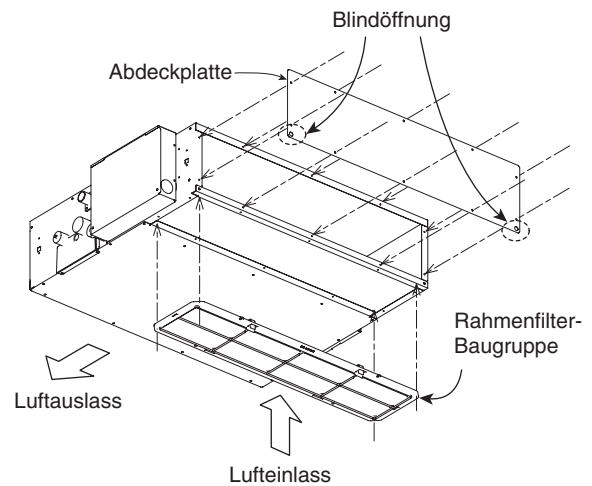

Abb. 3-5
- (2) Abdeckplatte und Rahmenfilter-Baugruppe in Pfeilrichtung gemäß Abbildung anbringen. (Abb. 3-5)